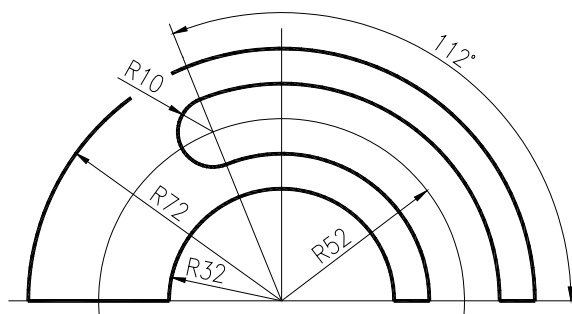

Fig. U4.11
3. Realizați desenul din Fig. U4.11, utilizând comenzile de desenare *LINE* și *ARC* și modurile *OSNAP* necesare.